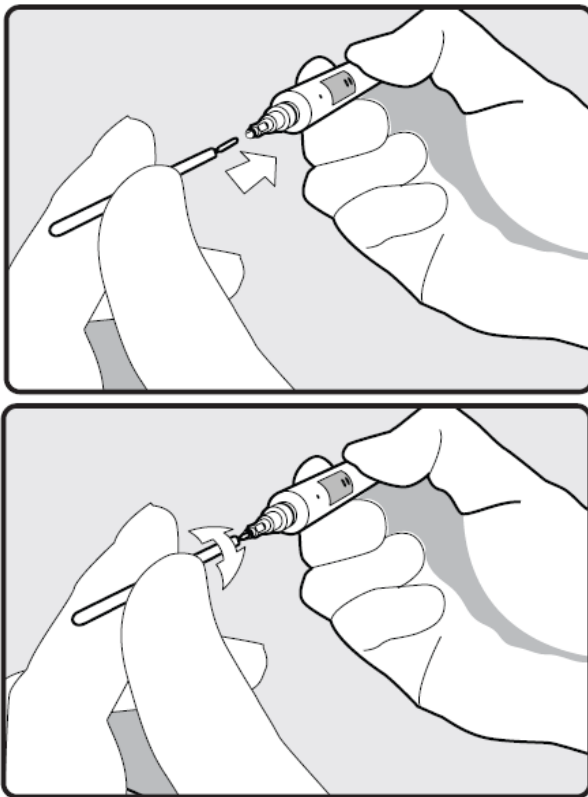

Abbildung 12: Reinigung des Lumens
- Nur den vom Hersteller zugelassenen Optikreinigungstupfer verwenden und in die CaviCide® gebrauchsfertige Lösung tauchen. Der Tupfer sollte feucht sein, jedoch nicht tropfnass. Die Hohlöhre und das Lumen am distalen (Patienten) Ende des Lasereinsatzes lokalisieren; diese Röhre enthält eine Linse, die in der Baugruppe versiegelt ist. Den Reinigungstupfer direkt in das Lumen einführen, bis er die Linse berührt, und den Tupfer drehen, um die gesamte Fläche der Linse und des Lumens zu reinigen, wie in *Abbildung 12* gezeigt. Die Flächen sollten für mindestens 3 Minuten sichtbar nass sein. Den Tupfer wegwerfen.
- Einen sauberen Optikreinigungstupfer in 70 % Isopropylalkohol tauchen. Der Tupfer sollte feucht sein, jedoch nicht tropfnass. Den Tupfer in das Lumen einführen und drehen, um die gesamte Oberfläche der Linse und des Lumens wie in *Abbildung 12* gezeigt zu reinigen.
- Mit einem sauberen, trockenen Optikreinigungstupfer die Linse und das Lumen trocknen. Den Tupfer in das Lumen stecken und wie in *Abbildung 12* gezeigt drehen.
- Abbildung 12: Reinigung des Lumens